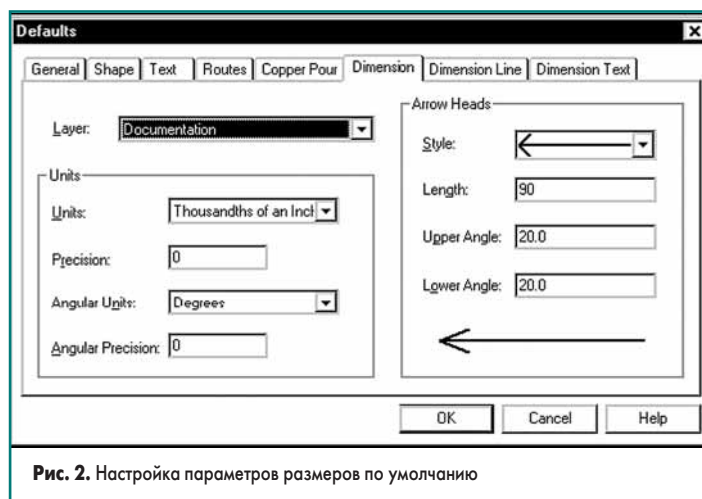

Рис. 2. Настройка параметров размеров по умолчанию
4. Выполним команду меню Setting | Defaults и в появившемся диалоговом окне Defaults перейдем на закладку Dimension (рис. 2).
5. В поле Arrow Heads в выпадающем списке Style выберем стиль отображения стрелки, показанный на рис. 2.